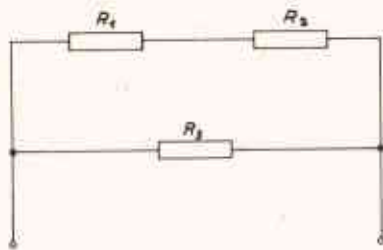

Abb. 2.3 – Schaltbild
4. Von nachstehender Widerstandsgruppenschaltung (Abb. 2.3) be-
5. Von der Reihenschaltung mit Parallelwiderstand nach Abb. 2.3 sind sämtliche Einzelwiderstände gleich groß. Die angeschaltete Spannung ist $U = 60 \text{ V}$, die gemessene Stromstärke 150 mA . Wie groß sind die Einzelwiderstände?